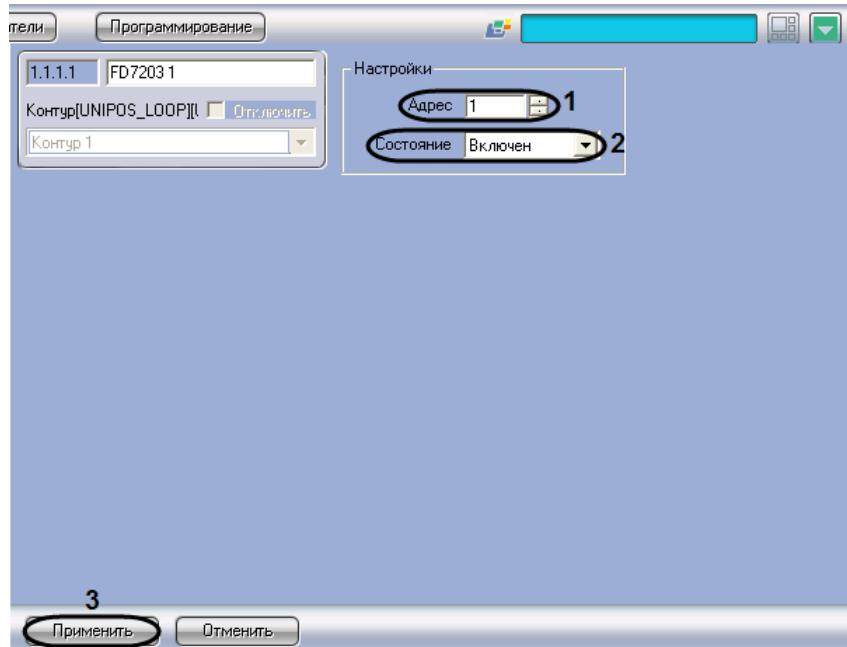

Рис. 3.6-2 Задание параметров адресного модуля FD7203
- Перейти на панель настройки объекта **FD7203** (Рис. 3.6-2).
- В поле **Адрес** ввести с помощью кнопок **вверх-вниз** адрес модуля *FD7203* в CAN-сети *ОПС Unipos* (см. Рис. 3.6-2, 1).
- Из раскрывающегося списка **Состояние** выбрать состояние (**включен/выключен**) адресного модуля (см. Рис. 3.6-2, 2).
- Для сохранения настроек во внутренней базе данных ПК *Интеллект* нажать кнопку **Применить** (см. Рис. 3.6-2, 3).